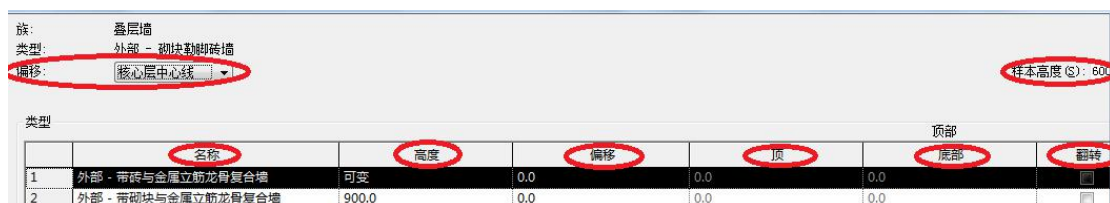

图 3-25 “编辑部件”对话框
3) 单击“结构”参数对应的“编辑”命令，以打开“编辑部件”对话框。在对话框中，需要输入“偏移”、“样板高度”、“类型”表中的“名称”、“高度”、“偏移”、“顶”、“底部”值，见图 3-25。